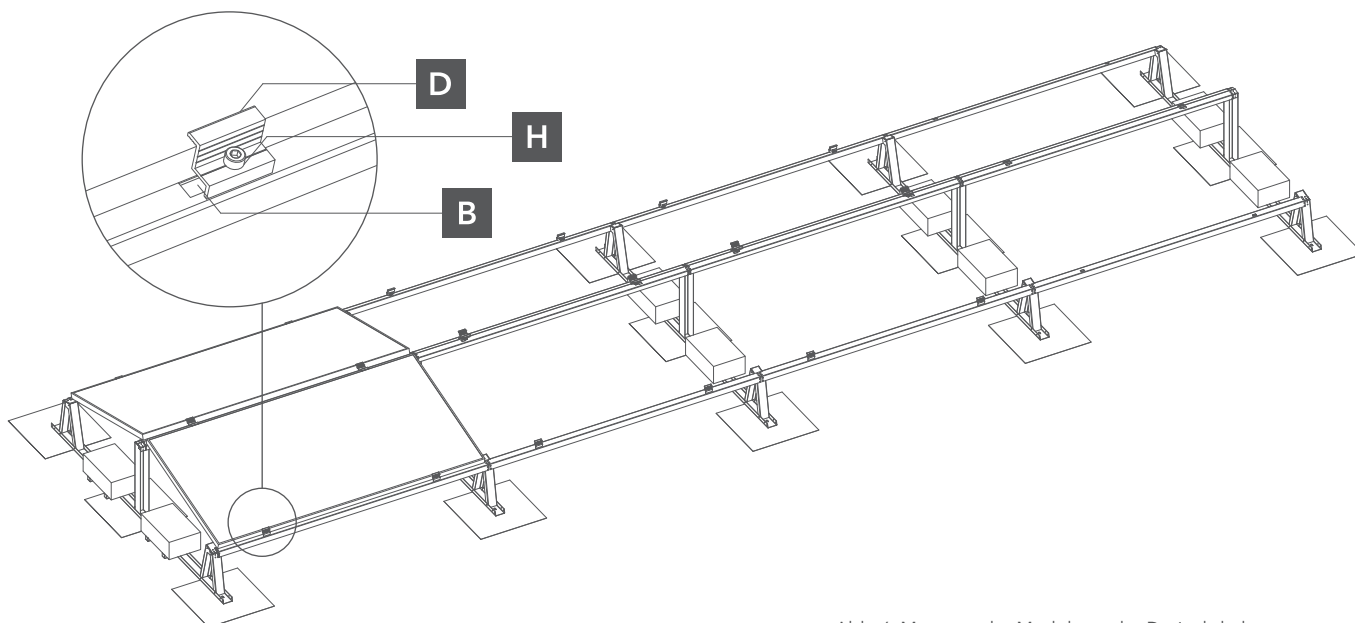

Abb. 6. Montage der Module an der Dreieckshalterung
- 5** Setzen Sie das erste, äußerste Photovoltaikmodul auf die Dreieckshalter und montieren Sie die Endklemmen, während Sie es festhalten. Klemmen werden mit M8 Innensechskantschrauben mit Nutenstein verschraubt. Der Vorgang sollte wiederholt werden, bis alle Module einer Reihe installiert sind (Abb. 6).